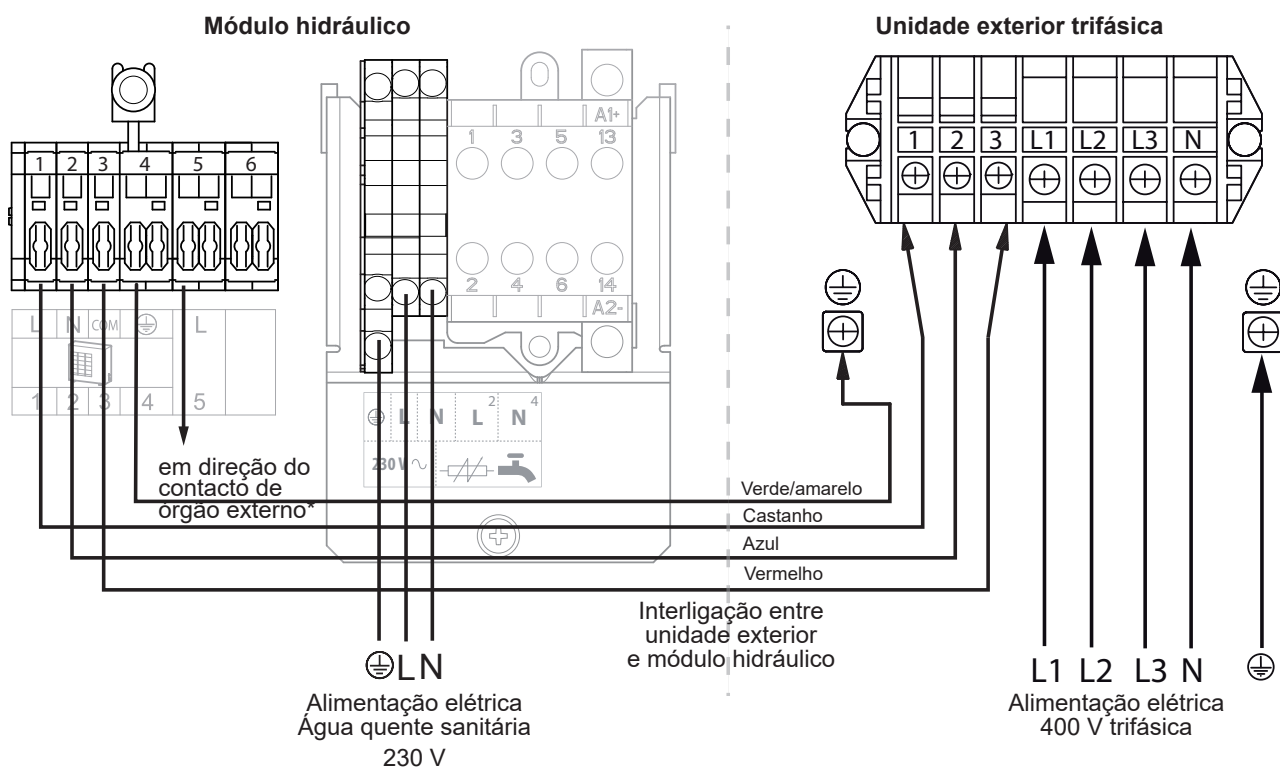

fig. 41 - Ligação aos blocos terminais e relé de potência
- Efetuar as ligações segundo os esquemas **fig. 35 e fig. 41, página 39.**
- Efetuar as ligações segundo o esquema **fig. 41**.